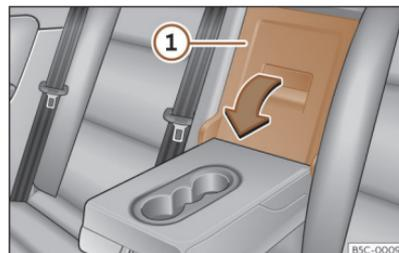

Fig. 183 En el respaldo del asiento trasero: apertura de la trampilla.
- Tire de la palanca de desbloqueo en el sentido de la flecha y abata completamente la tapa de la trampilla >>> **fig. 183**  hacia delante.